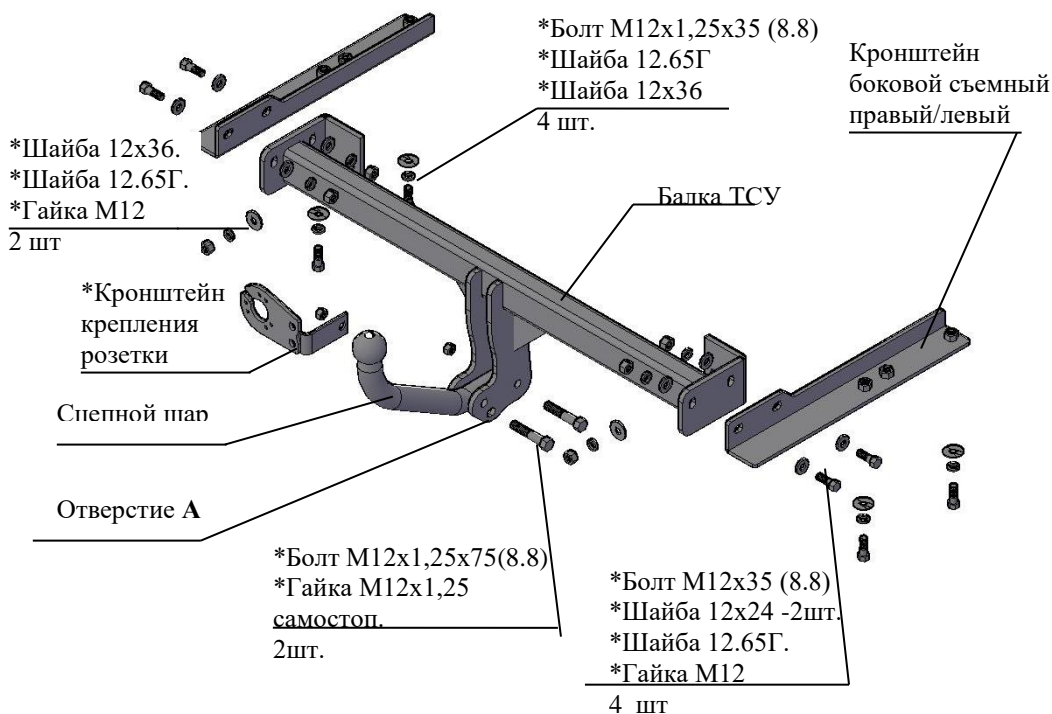

Рис.1 Тягово-сцепное устройство 9450
2.1 ТСУ 9450 в сборе (рис.1)	1 шт.
2.2 Пакет с комплектующими (см. рис.1)	1 шт.
4.3 Установить боковые съемные кронштейны ТСУ (правый и левый соответственно рис.1) внутрь лонжеронов а/м, закрепить к нижним полкам болтами М12х1,25х35, (используя приварные гайки), под головки болтов подложить шайбы 12.65Г и шайбы 12х36. Крепеж не затягивать.